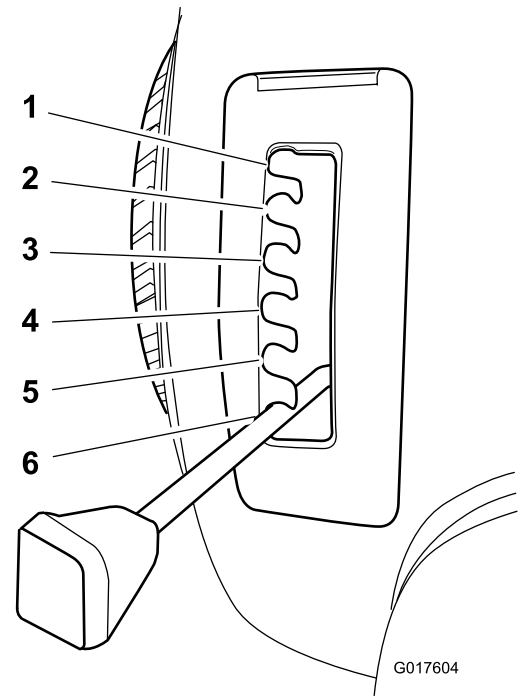

Bild 9
4. Ziehen Sie am Schnitthöhenhebel an der Maschine und stellen ihn in die gewünschte Stellung (Bild 9).